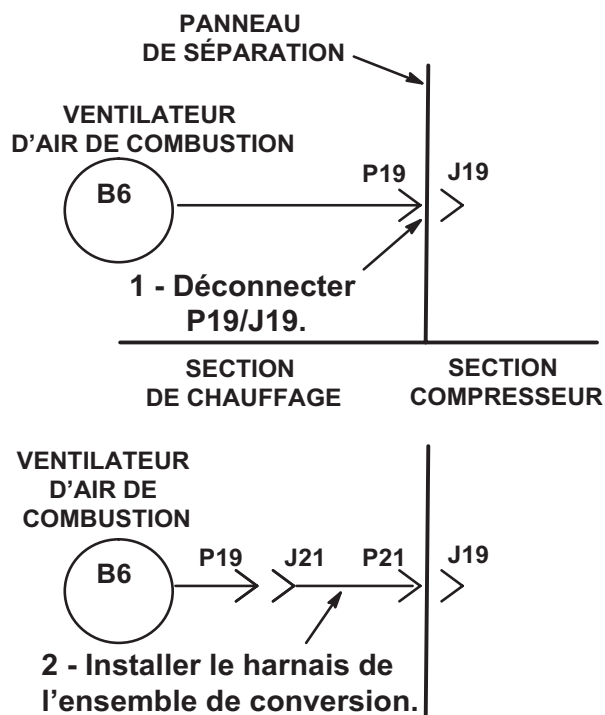

Figure 9
- 3- Installer le harnais de l'ensemble entre les broches déconnectées. Voir Figure 9.